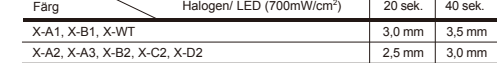

Fig. 3
- Ljusthårda GRADIA DIRECT X med ljusthårdningslampla (Fig. 3). Se vidare i tabellen hårdtider och polymerisationsdjup.